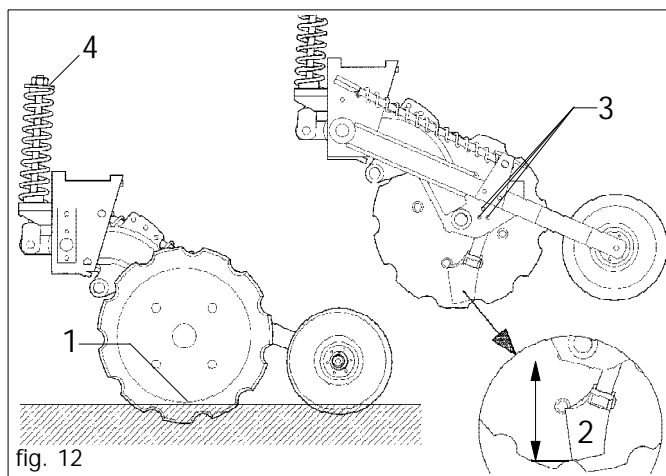

fig. 12
La profondità di deposizione dei semi è determinata correttamente, quando la zavorra laterale al disco appoggia sul terreno (fig. 12 rif. 1).
- a) modificando la **posizione relativa tra coltro depositore e disco assalcatore**, allentare le viti di fissaggio del coltro (fig. 12 rif. 3) e spostarlo fino all'altezza voluta (fig. 12 rif. 2).
**IMPORTANTE:** l'estremità del coltro non deve mai essere regolata più profonda delle tacche ricavate nel margine del disco tra un dente e l'altro (fig. 12 rif. 2). Fare attenzione durante il serraggio che le viti vengano serrate con equilibrio, in modo che il tagliente del coltro resti perfettamente aderente alla superficie del disco senza impedirne la rotazione.
- 4) Eventualmente regolare tutte le molle d'assetto attraverso il dado (4 fig. 12) fino al raggiungimento della posizione descritta al punto (3).